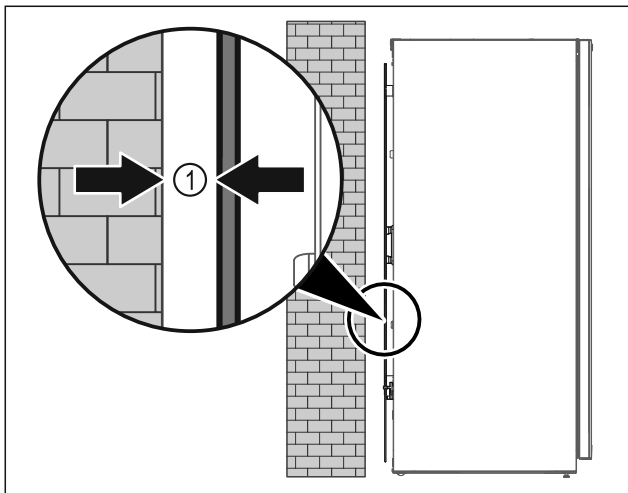

Fig. 45
- ▶ Posizionare l'apparecchiatura in un punto a piacere del locale (libera installazione) oppure addossato a una parete a una distanza minima di 5 mm Fig. 45 (1).